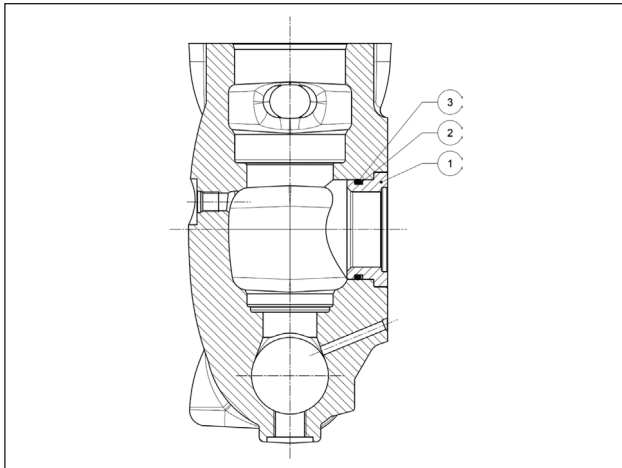
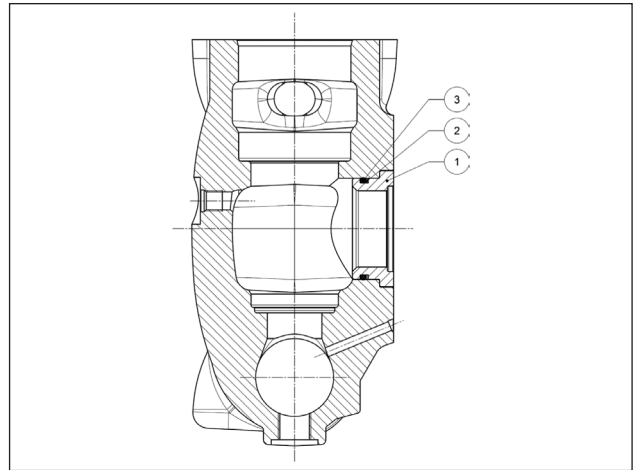

Fig. 167
Fig. 168
O cabeçote trabalhado deve ser montado, ao martelar as buchas (pos. ①) completas com anéis anti-extrusão (pos. ②) e anel circular (pos. ③), conforme apresentado na Fig. 167 para LK36-40-45 e na Fig. 168 para LK50-55-60: